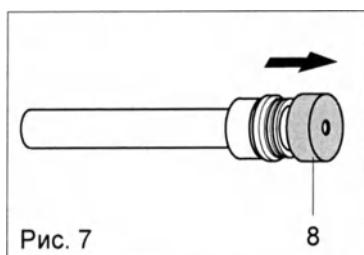

Рис. 7
- ◇ Снимите уплотнительный колпачок (8). (Рис. 7)